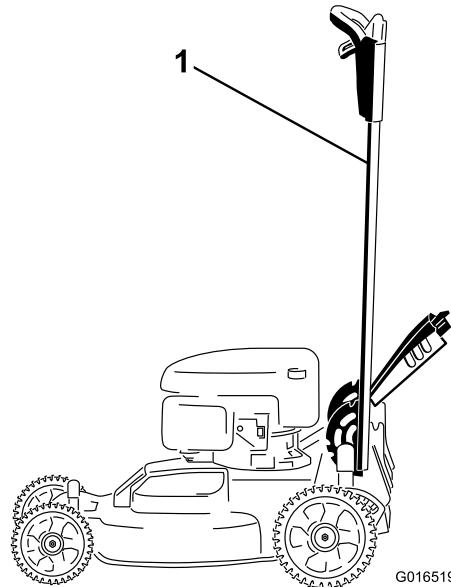

Figure 1
- Boquez le guidon à la position verticale (Figure 1) ; voir Réglage de la hauteur du guidon dans le *Manuel de l'utilisateur*.